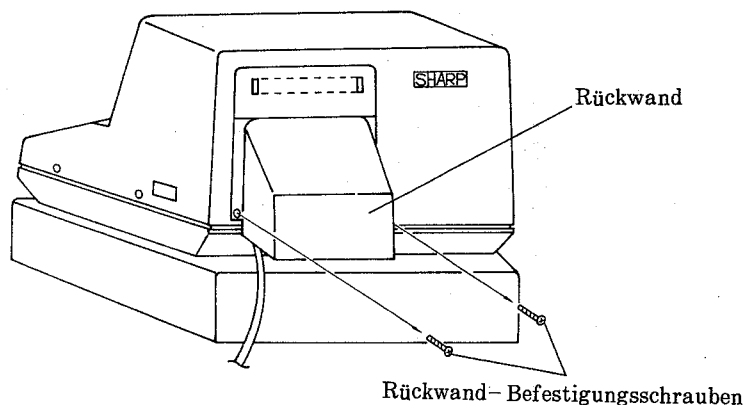

Abb.47
- (1) Um Ihre Sicherheit zu gewährleisten, die ER-6750 zuerst vom Netz trennen.
- (2) Die Rückwand entfernen.
- b) Die Rückwand leicht nach hinten sowie nach unten ziehen, und dann abnehmen (siehe Abb. 47).